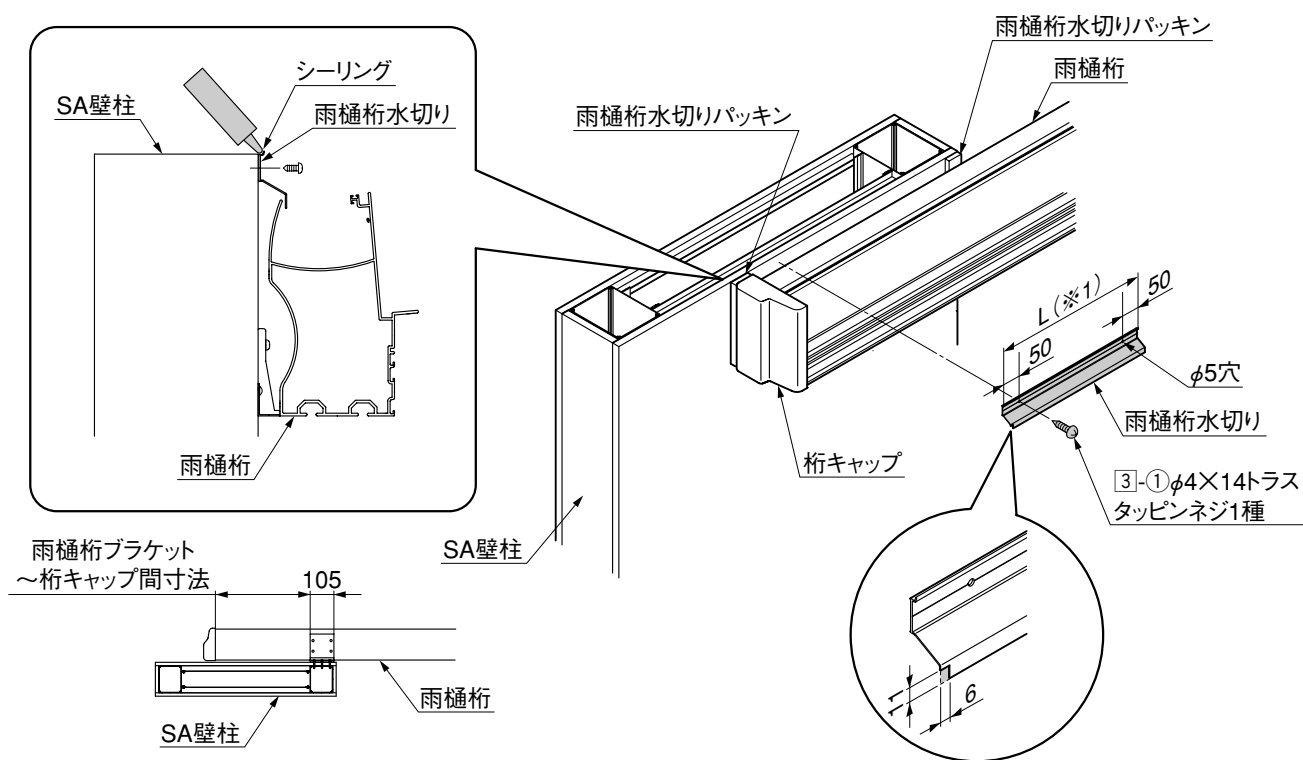

図5-1
- ① 「3-2 すき間ふさぎ材の加工・取付け」で加工した雨樋桁ブラケット～桁キャップ間寸法+60mmで雨樋桁水切りを切断してください。(図5-1参照)
- ② 雨樋桁水切りに取付穴φ5を加工してください。また、雨樋桁水切りの桁キャップ側にニッパー等で切欠き加工をしてください。(図5-1参照)